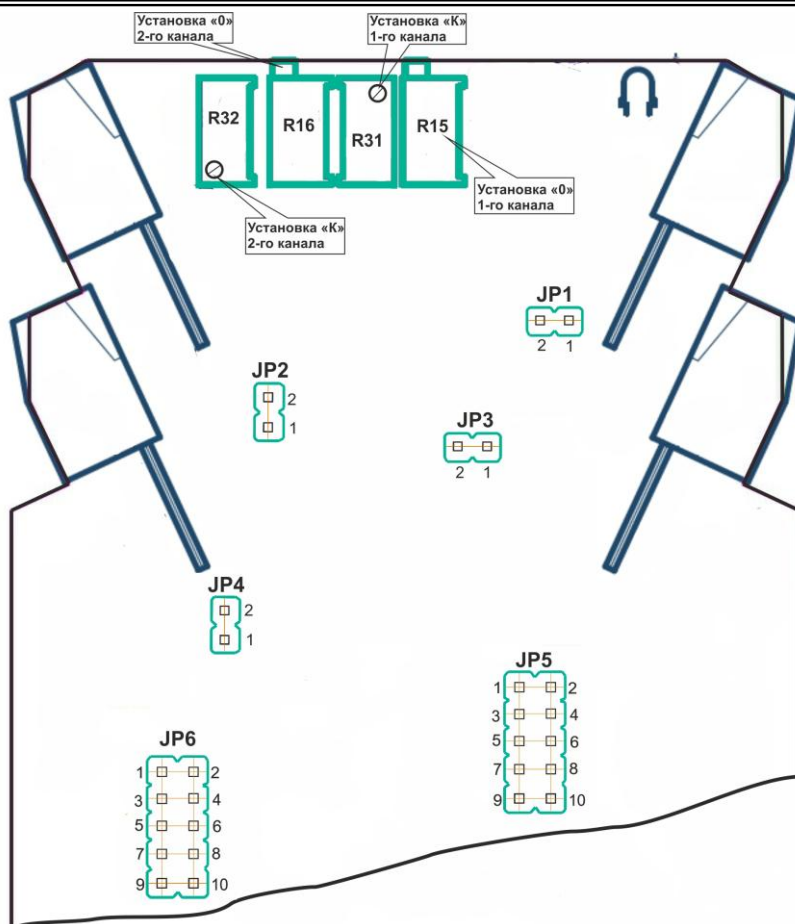

Рисунок 3.2.3 - Розміщення блоків перемичок для вибору типу вхідних і вихідних сигналів блоку
3.2.5 Для зміни налаштувань блоку БПТ-122 на інші типи входних / вихідних сигналів використовуйте рисунок 3.2.3 і таблицю 3.1.